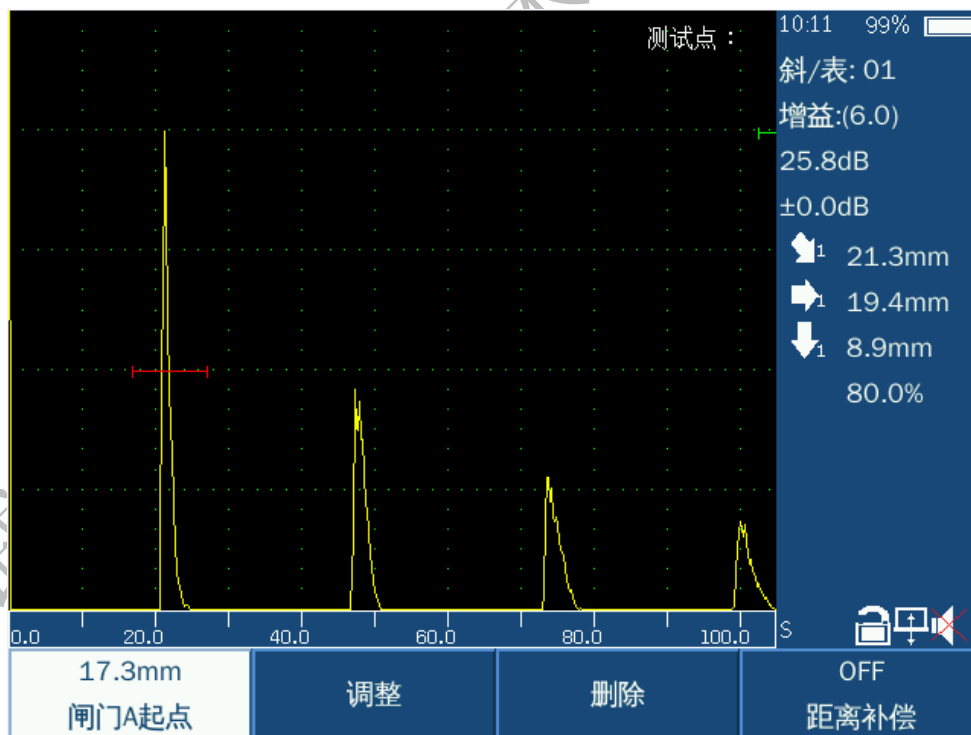
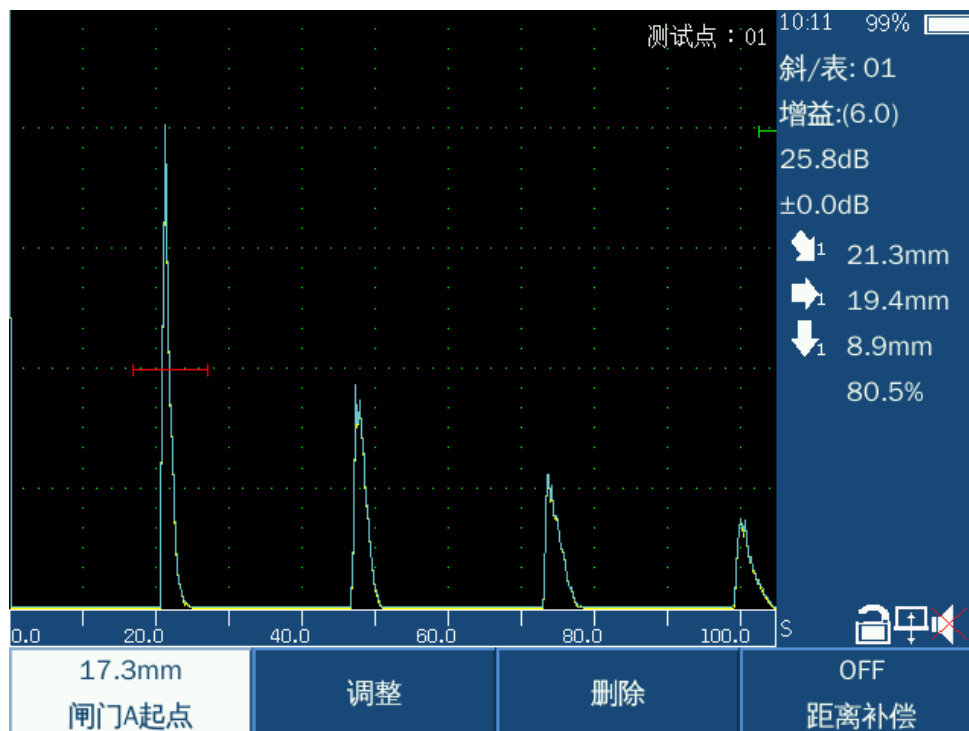

图 3
图 4
2. 找到回波后，自动增益到 80%波高，按取点键，继续寻找最高波（图 3）（图 4）